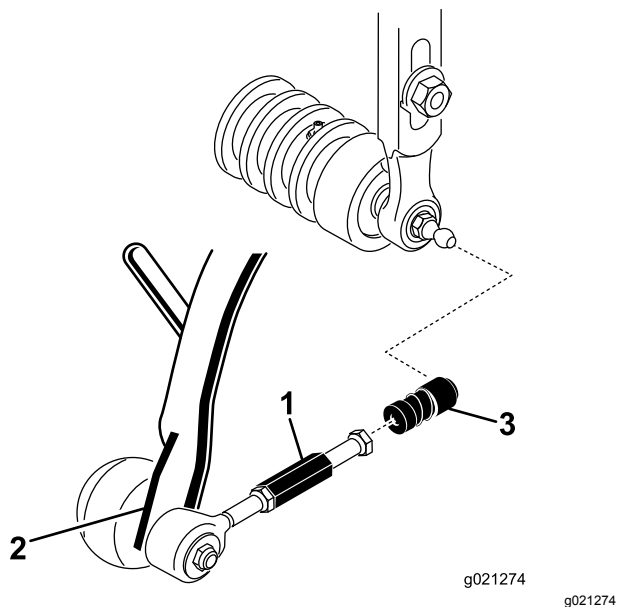

Рисунок 10
3. Наденьте втулку на приемную часть каждого шарнирного соединения и зацепите приемную часть за шаровый палец режущего блока (Рисунок 10).